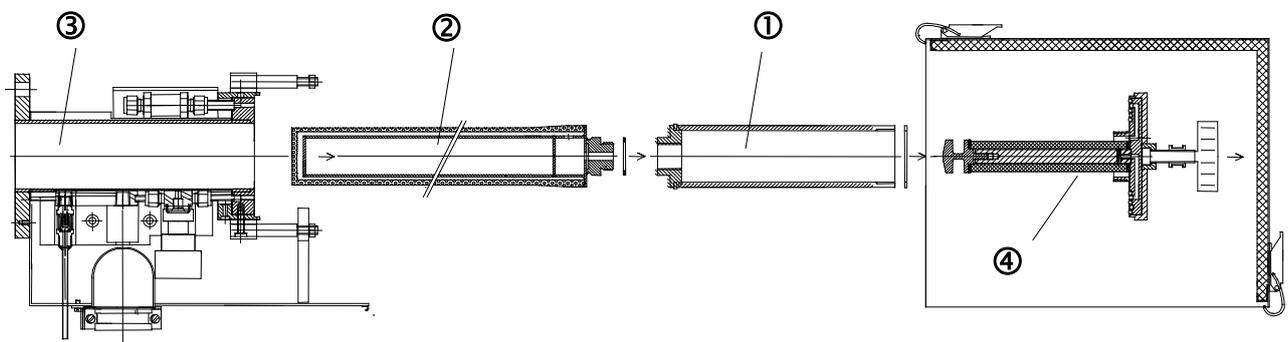

Abbildung 7 Montage des Vorfilters oder Entnahmerohres
- Vorfilter bzw. Entnahmerohr aus dem Aufnahmeadapter ① schrauben (s. Abb. 7);